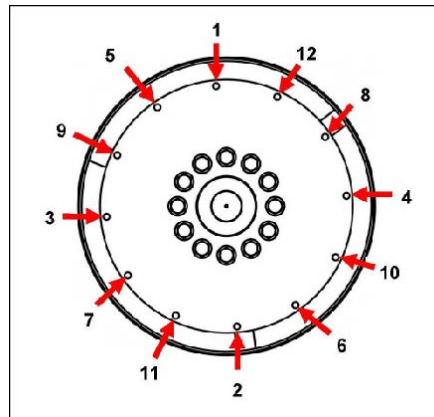

ABBILDUNG 20. REIHENFOLGE DER BEFESTIGUNG
10. Die Ausrichtungsstifte entfernen. Die Kupplungsschrauben unter Verwendung von Hochlast-Unterlegscheiben unter den Köpfen anbringen. Kupplungsbefestigungsschrauben am Schwungrad in der vorgeschriebenen Reihenfolge festziehen. Sieh dazu Abbildung 20 auf Seite 44.